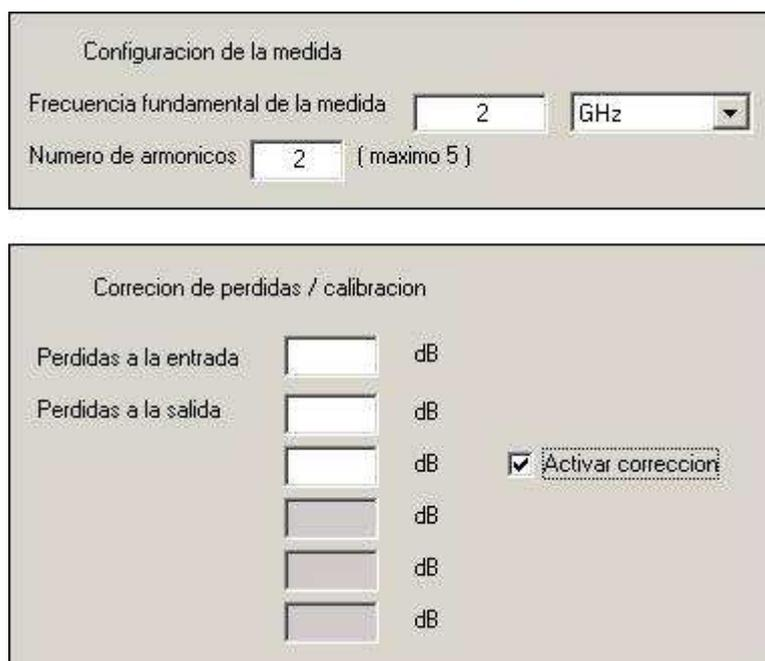

Figura 31. Corrección de pérdidas
- Para poder iniciar la medida, sólo nos queda elegir si queremos activar o no la **corrección por pérdidas** en los cables. Esta parte no es independiente, sino que depende del valor que se haya dado al campo número de armónicos. De esta forma, si el usuario activa la corrección, quedarán habilitados automáticamente la casilla de pérdidas a la entrada y de las pérdidas a la salida, tantas, como armónicos se hayan especificado. La Figura 31 muestra un ejemplo cuando hemos elegido sólo dos armónicos.